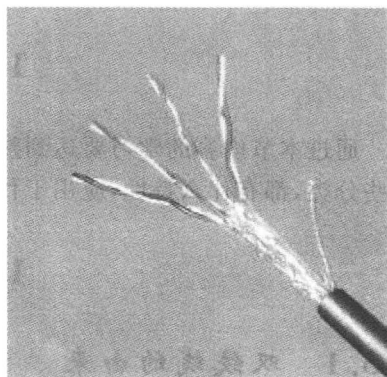

图 1-1-1 六类屏蔽双绞线
(1) 一类线：主要用于传输语音(一类标准主要用于 20 世纪 80 年代初之前的电话线缆),不同于数据传输。
(2) 二类线：传输频率为 1MHz,用于语音传输和最高传输速率 4Mbps 的数据传输,常见于使用 4Mbps 规范令牌传递协议的旧的令牌网。
(3) 三类线：指目前在 ANSI 和 EIA/TIA568 标准中指定的电缆,该电缆的传输频率 16MHz,用于语音传输及最高传输速率为 10Mbps 的数据传输主要用于 10BASE-T。
(4) 四类线：该类电缆的传输频率为 20MHz,用于语音传输和最高传输速率 16Mbps 的数据传输主要用于基于令牌的局域网和 10BASE-T/100BASE-T。
(5) 五类线：该类电缆增加了绕线密度,外套一种高质量的绝缘材料,传输率为 100MHz,用于语音传输和最高传输速率为 100Mbps 的数据传输,主要用于 100BASE-T 和 10BASE-T 网络。这是最常用的以太网电缆。
(6) 超五类线：超五类具有衰减减小,串扰少,并且具有更高的衰减与串扰的比值(ACR)和信噪比(Structural Return Loss)、更小的时延误差,性能得到很大提高。超五类线主要用于千兆位以太网(1000Mbps)。
(7) 六类线：如图 1-1-1 所示,该类电缆的传输频率为 1MHz~250MHz,六类布线系统在 200MHz 时综合衰减串扰比(PS-ACR)应该有较大的余量,它提供 2 倍于超五类的带宽。六类布线的传输性能远远高于超五类标准,最适用于传输速率高于 1Gbps 的应用。六类与超五类的一个重要的不同点在于：改善了在串扰以及回波损耗方面的性能,对于新一代全双工的高速网络应用而言,优良的回波损耗性能是极重要的。六类标准中取消了基本链路模型,布线标准采用星形的拓扑结构,要求的布线距离为：永久链路的长度不能超过 90m,信道长度不能超过 100m。